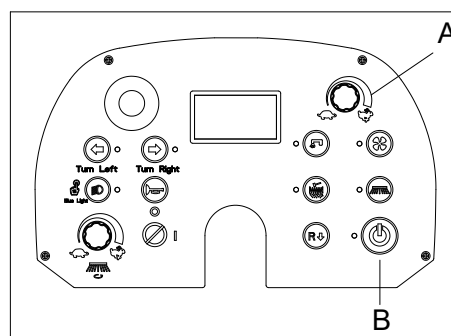

Figura 19
- Ajuste la perilla de ajuste de la velocidad (A, Figura 19) para minimizar la velocidad de conducción.
- Pulse el botón de arranque (B, Figura 19) para bajar el cepillo principal girándolo durante aproximadamente un minuto pisando el pedal del acelerador.